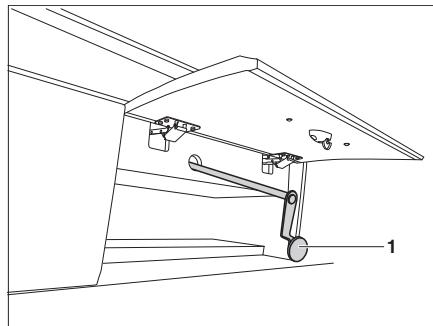

Fig. 165 Mando de emergencia de la cama elevada eléctrica
- ▶ Durante un corte de corriente, la cama elevada eléctrica también puede ser accionada con una manivela de emergencia (Fig. 165). Ésta se encuentra detrás de una trampilla del compartimento.